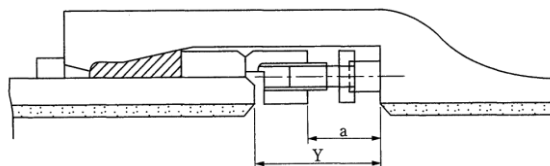

図4-6 胴付間隔及び締め付け完了時の押輪と受口底部の間隔
2. 挿入に当たっては、挿し口外面及び受口内面に滑剤を塗布の上、挿し口外面のストッパーが受口端面に当たるまで挿入すること。その胴付間隔は、表4-4、図4-6に示すとおりとする。